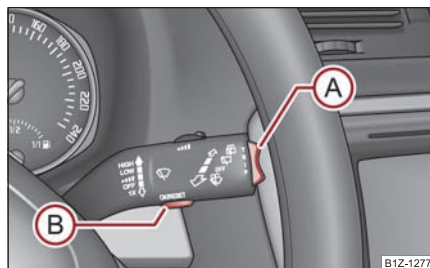
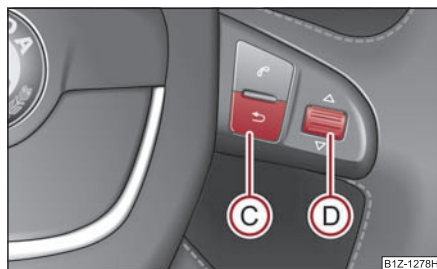

Fig. 22 Indicatorul multi-funcțional: Elementele de comandă
Fig. 23 Indicator multifuncțional: Acționarea de la tastele de pe volanul multifuncțional
Comutarea între memorii are loc de la tasta **(B)** ⇒ fig. 22 de pe maneta de acționare a ștergătoarelor sau cu ajutorul tastei **(D)** de pe volanul funcțional* ⇒ pagina 23.
Tasta basculantă **(A)** și tasta **(B)** se găsesc în maneta de acționare a ștergătoarelor de parbriz ⇒ fig. 22.
La autovehiculele echipate cu volan multifuncțional*, tastele (A) și (B) sunt înlocuite de roțița de pe volanul multifuncțional ⇒ fig. 23. ■
Comutarea și resetarea are loc de la roțița (D) ⇒ fig. 23.
⇒ pagina 22, fig. 22, resp. a tastei **(C)** de pe volanul multifuncțional ⇒ fig. 23, se afișează funcția care a fost afișată ultima dată.
Pe ecran apare durata de deplasare de la ultima ștergere a memoriei. Dacă doriți să cronometrați timpul de deplasare de la un anumit moment înainte, trebuie să resetați memoria pe zero în acel moment, apăsând tasta **(B)** de pe maneta ștergătoarelor ⇒ pagina 22, fig. 22 sau a roțiței **(D)** de pe volanul multifuncțional* ⇒ pagina 23, fig. 23 mai mult de 1 secundă.
Dacă doriți să măsurați consumul de carburant mediu pentru o anumită perioadă de timp, la începutul măsurării trebuie să resetați memoria pe zero, de la tasta **(B)** de pe maneta ștergătoarelor ⇒ pagina 22, fig. 22 sau de la roțița **(D)** de pe volanul multifuncțional* ⇒ pagina 23, fig. 23. După ștergere, în primii 100 metri, pe display se vor afișa linii.
Pe display apare distanța parcursă de la ultima ștergere a memoriei ⇒ pagina 22. Dacă doriți să calculați distanța parcursă dintr-un anumit moment înainte, trebuie să resetați memoria pe zero în acel moment, apăsând tasta **(B)** de pe maneta ștergătoarelor ⇒ pagina 22, fig. 22 sau a roțiței **(D)** de pe volanul multifuncțional* ⇒ pagina 23, fig. 23.
⇒ pagina 22. Dacă doriți să calculați viteza medie pentru o anumită perioadă de timp, la începutul măsurării trebuie să resetați memoria pe zero, de la tasta **(B)** de pe maneta ștergătoarelor ⇒ pagina 22, fig. 22 sau de la roțița **(D)** de pe volanul multifuncțional* ⇒ pagina 23, fig. 23.
- Apăsati tasta **(B)** de pe maneta ștergătoarelor ⇒ fig. 26 sau roțița **(D)** de pe volanul multifuncțional* ⇒ pagina 23, fig. 23. Pe display-ul informativ* se afișează **Speed warning 50 km/h (Avertizare la 50 km/h)** ⇒ fig. 25.
Viteza dorită poate fi reglată și în pași de câte 5 km/h, prin apăsarea tastei **(A)** de pe maneta ștergătoarelor ⇒ fig. 26 sau prin rotirea rozetei **(D)** de pe volanul multifuncțional* ⇒ pagina 23, fig. 23. Confirmați viteza reglată apăsând tasta **(B)** de pe maneta ștergătoarelor ⇒ fig. 26 sau roțița **(D)** de pe volanul multifuncțional* ⇒ pagina 23, fig. 23.
Dacă veți depăși această limită de viteză, pe display se va afișa **Speed 50 km/h exceeded (Depășire viteză 50 km/h)**. Acest anunț rămâne afișat până când reduceți viteza sub limita setată, sau până când dezactivați anunțul apăsând tasta **(B)** de pe maneta ștergătoarelor ⇒ fig. 26 sau roțița **(D)** de pe volanul multifuncțional* ⇒ pagina 23, fig. 23.